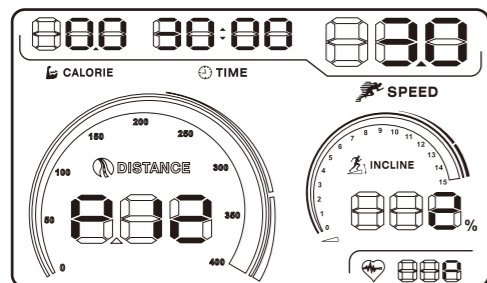

图42
2. 连续按下面板上Training Prog键 ，直至屏幕上出现P12字样，时间窗口闪烁，默认时间为30分钟，您可以通过SPEED（速度）的+（增加）/-（减少）键调整时间。（图42所示）。